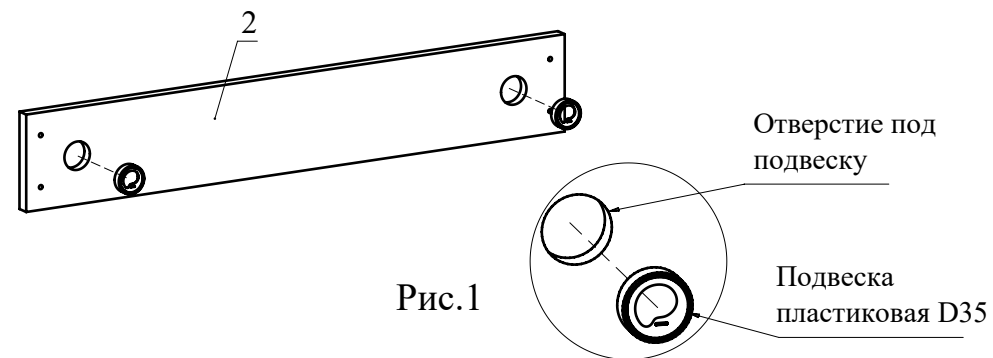

Рис.1
1. Вбейте подвески пластиковые в деталь 2 (Рис. 1).